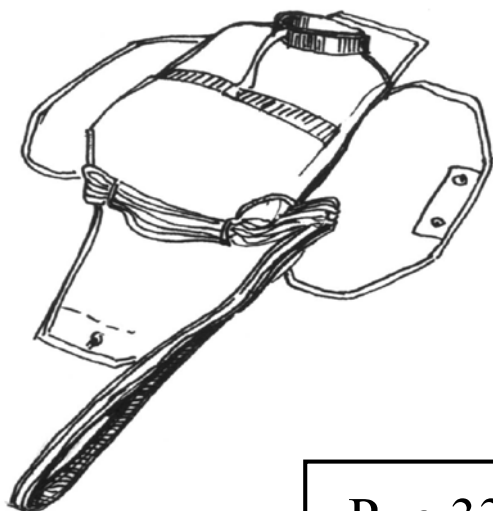

Рис.33
- I) разложите внешний контейнер внутренней стороной вверх. Положите сверху парашют во внутреннем контейнере клапанной стороной вверх (рис. 33).